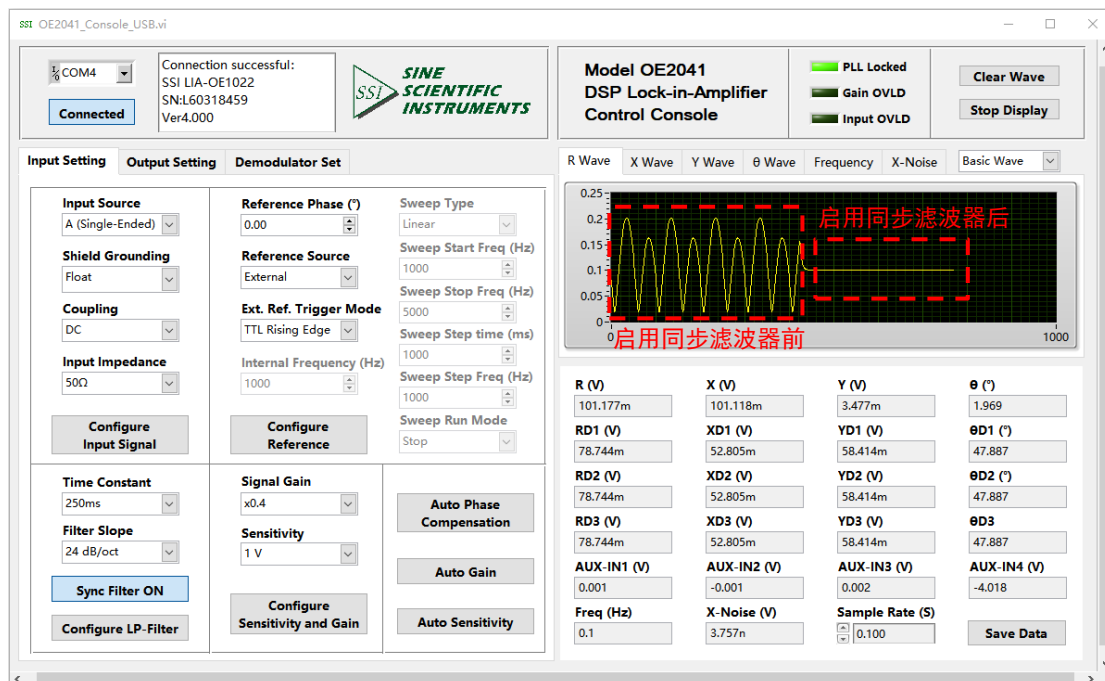

图70. 0.1Hz 时启动同步滤波器效果
3.“Sync Filter OFF”的配置相对独立,不是通过按钮“Configure LP-Filter”,而是点击本身的按键来选择是否开启自动功能。当按钮被按下并显示“Sync Filter ON”,表示 OE2031 已经开启了同步滤波器,效果如图 70 所示;当用户需要关闭同步滤波器时,再次点击该按钮会重新复位为初始状态“Sync Filter OFF”,表示 OE2031 已经关闭了同步滤波器功能。